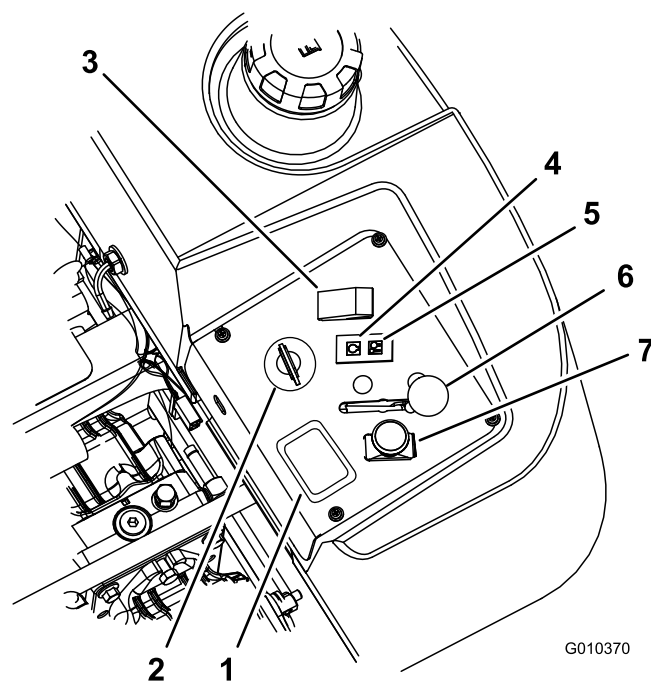

Figura 13
4. Disinserite la presa di forza (posizione Off) (Figura 13).